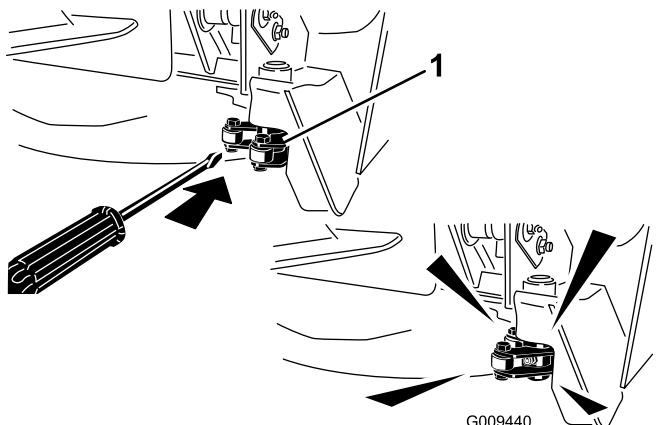

Figura 39
**Nota:** Pode ser necessário acionar manualmente os trincos para ter acesso aos bocais de lubrificação (Figura 39). Utilize uma alavancas para fechar e abrir o trinco.